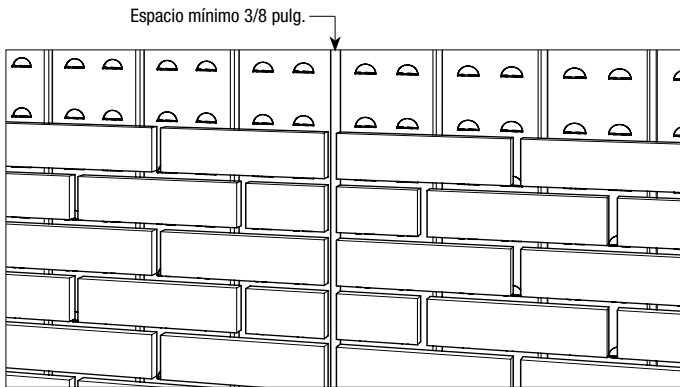

FIGURA 11
- Donde se producen juntas de movimiento entre los paneles Thin Tech, deje un espacio mínimo de 3/8 pulg. entre las unidades de ladrillo para el cordón de respaldo y el sellador (vea la Figura 11).